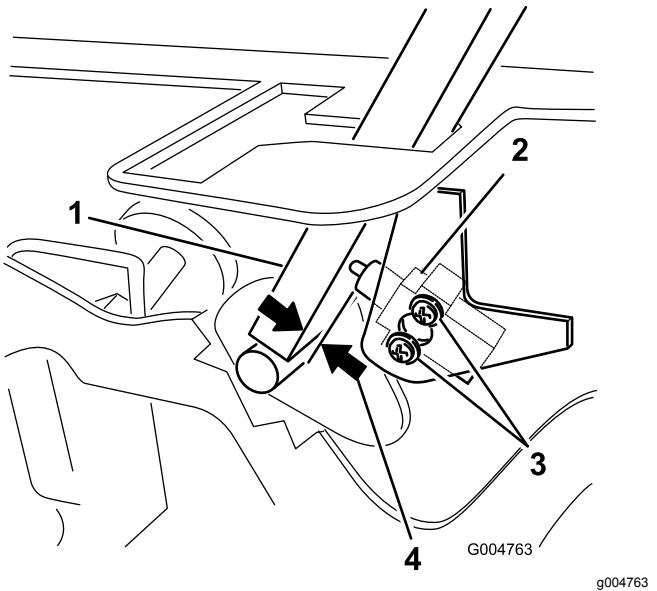

図 47
- インタロックスイッチを固定しているねじ2本を取り外す(図 47)。
- コントロールレバーをフレームに押し付けた状態でスイッチをレバーの方へ移動させて、図 47 のようにレバーとスイッチボディとの距離を 0.4-1 mm に調整する。